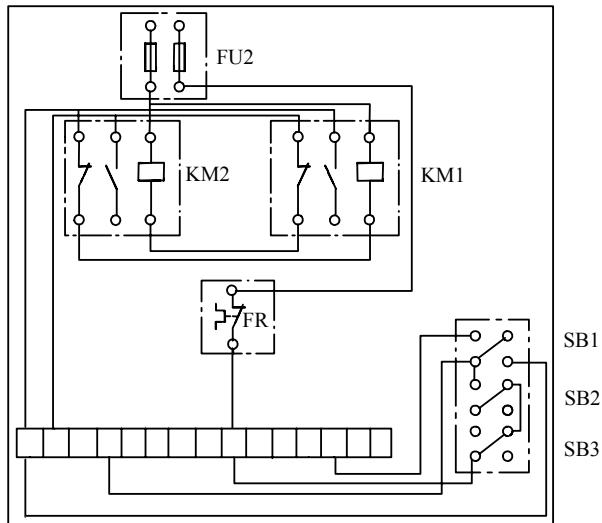

图 4-2
(2) 根据原理图，试将图 4-2 所示的控制电路实物接线图补画完整。